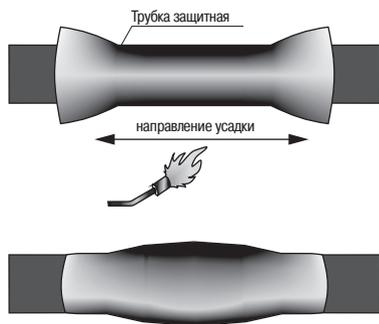

Рисунок 21.
4.40 Надвинуть термоусаживаемую защитную трубку на муфту, расположив её симметрично относительно центра муфты, и усадить, начиная с середины, равномерно разогревая её в одну и другую сторону. После усадки по торцам трубки должен быть виден выступивший расплавленный клей (рисунок 21).